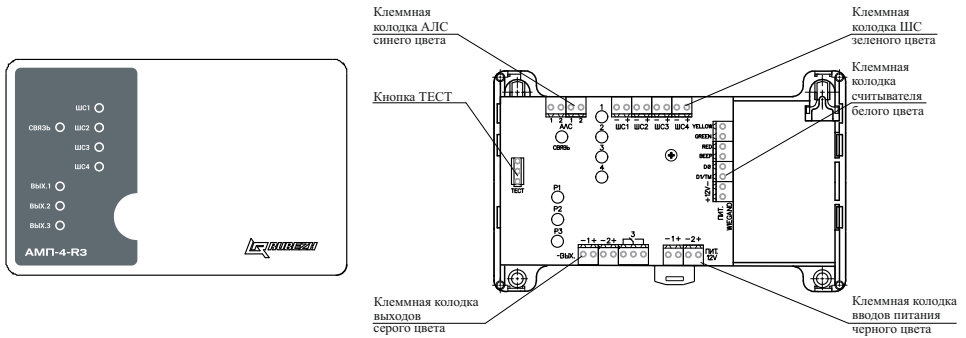

Рисунок 1
4.1.3 На плате адресной метки (рисунок 1) имеется кнопка ТЕСТ, которая используется для определения адреса адресной метки в АЛС прибора при кратковременном нажатии. При снятии крышки адресной метки кнопка ТЕСТ инициирует формирование сигнала «Вскрытие», передаваемого по АЛС в прибор.